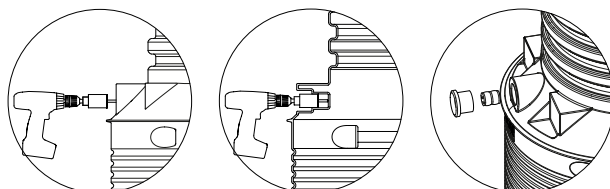

Fig. 9
- 8 Fortsätt att fylla upp med sorterat rörgravsgrus grus 0/8 enligt tabell CE/3 (sid. 5) upp till underkant av avskiljarens överkant (fig. 9).
Den totala halslängden L skall i normalfallet vara lika lång som måttet ovankant avskiljare till färdig mark. Gör en markering där halsen skall kapas (fig. 9).